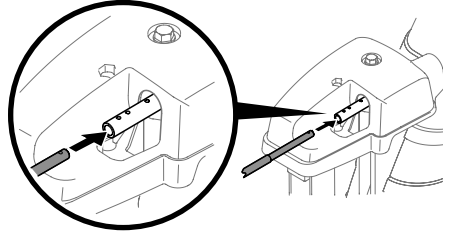

Figure 14
2. Insérez la tige de commande dans la tête de commande de la goulotte. Poussez la tige à fond dans la tête de commande avec les trous de la tige pointés vers le haut. Voir (Figure 14).